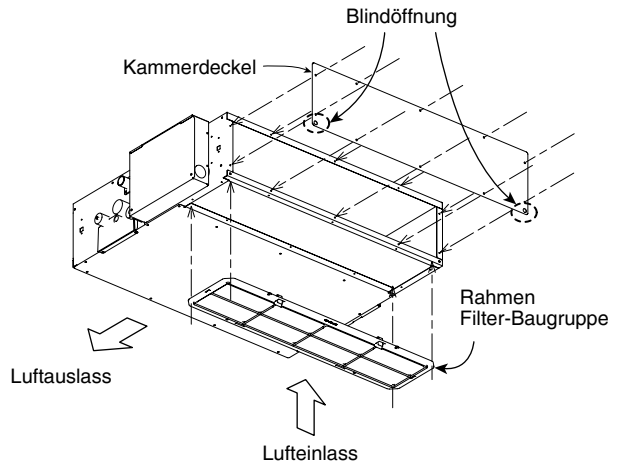

Abb. 3-74
- (2) Kammerdeckel und Rahmenfilter-Baugruppe in Pfeilrichtung gemäß Abbildung anbringen. (Abb. 3-74)